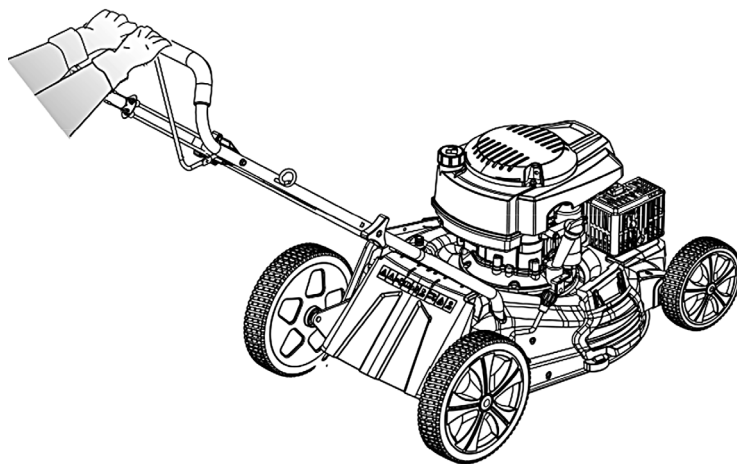

Рис. 12
6. В самоходных газонокосилках GLD-460SP и GLD-520SP реализована функция передачи крутящего момента на колеса для облегчения процесса скашивания. Для включения привода колес зажмите нижний рычаг, не отпуская рычаг привода ножа (рис. 12).